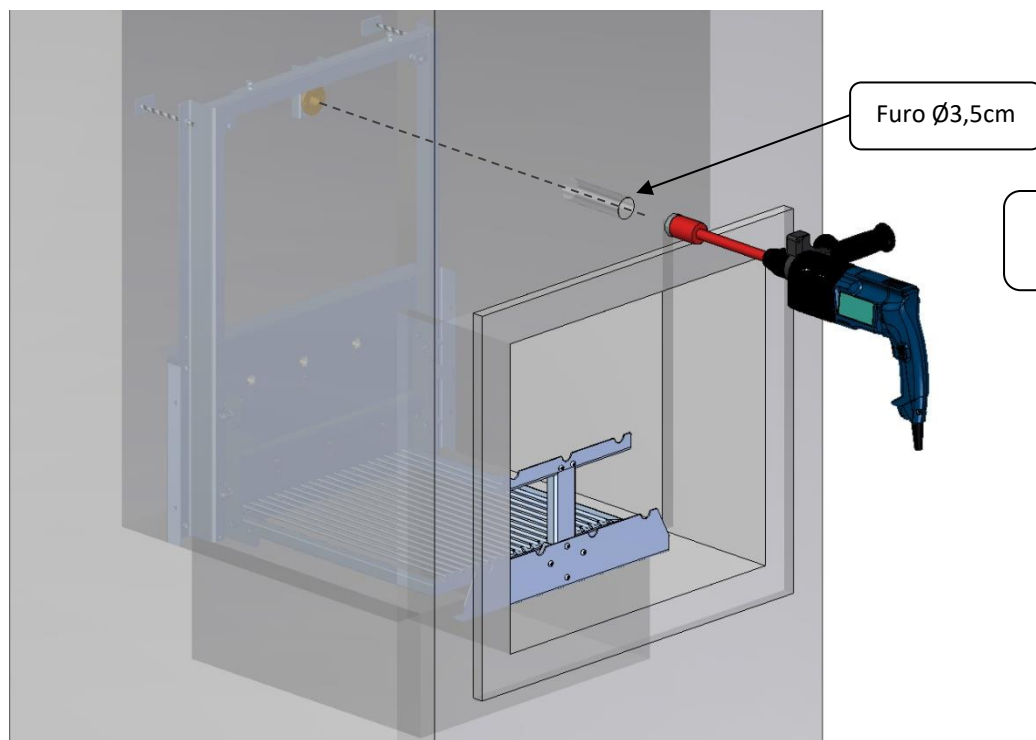

Figura 12
b) Com auxílio de uma furadeira profissional de impacto (sem usar o martelete para não danificar a serra copo) e serra copo para concreto diamantada Ø3,5cm, fazer a furação na parede frontal acima da boca da churrasqueira (alvenaria) conforme figura 12 a seguir. Este processo requer muito cuidado, movimentos suaves e refrigeração da serra copo com água ou líquido refrigerante, afim de prolongar a vida útil da mesma.